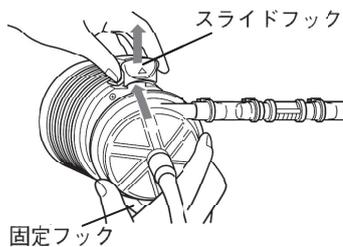

図 2
2. 本品を適応駆動装置のドライブモーターに装着する。スライドフックの動きに問題がないことを確認し、本品のリブを固定フックにさし込む (図2)。